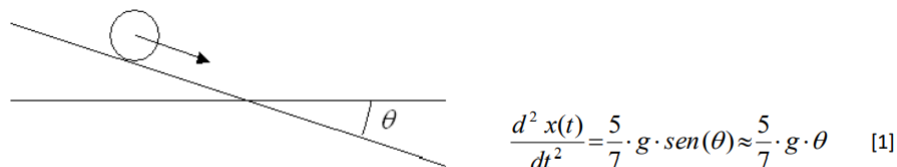

Figura 2. La aceleración de la bola depende de θ
2. La salida del servo de posición es el ángulo θ que forma la viga con el plano horizontal. Este ángulo es la variable que determina la aceleración de la bola. La dinámica de la bola sobre la viga se rige por la ecuación [1], tal como se muestra en la Figura 2.